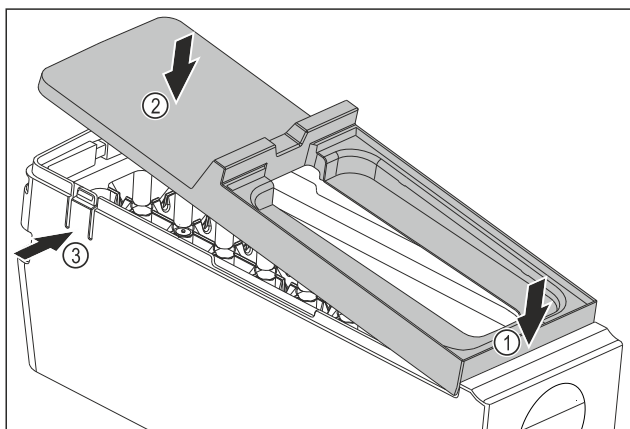

Fig. 99
- Montáž krytu korpusu EasyTwist-Ice: Nasaďte kryt na přední stranu. Fig. 99 (1)
- Spusťte kryt vzadu dolů. Fig. 99 (2)
- ▷ Kryt slyšitelně zaklapne v obou lamelách Fig. 99 (3).